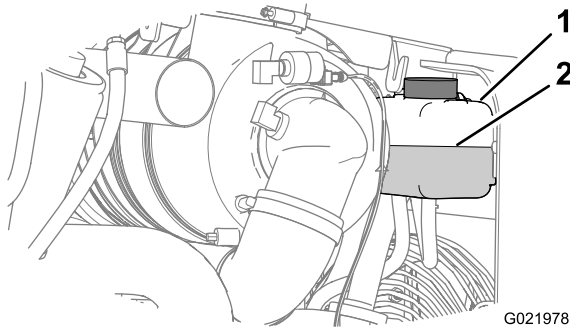

Figure 78
4. Contrôlez le niveau de liquide de refroidissement dans le vase d'expansion (Figure 78).
Remarque: Vérifiez que le niveau de liquide de refroidissement se situe entre les repères minimum et maximum du vase d'expansion (Figure 78).